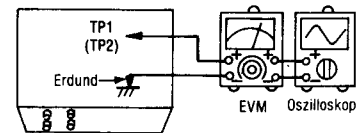

Abb. 6
1. Der Testaufbau ist in Abb. 6 gezeigt.